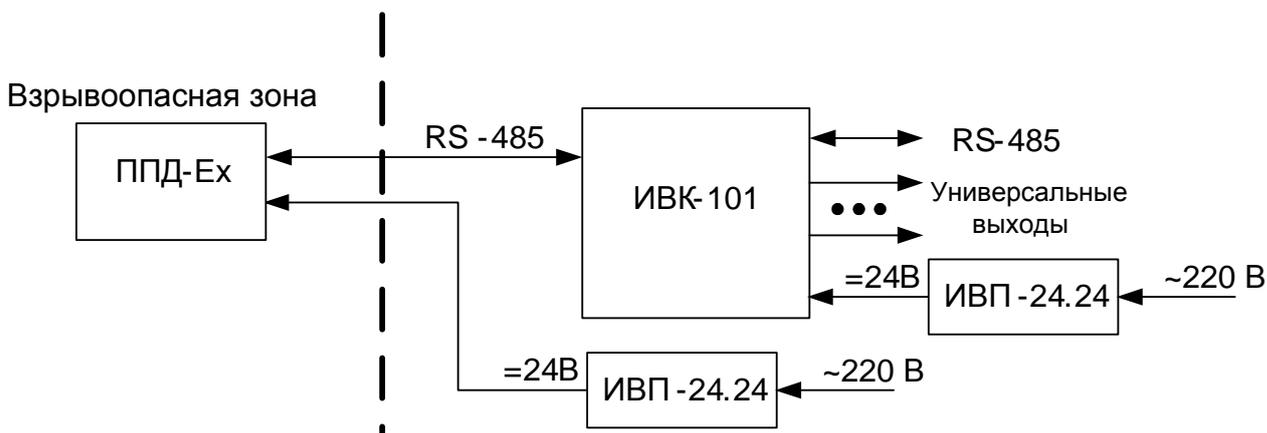
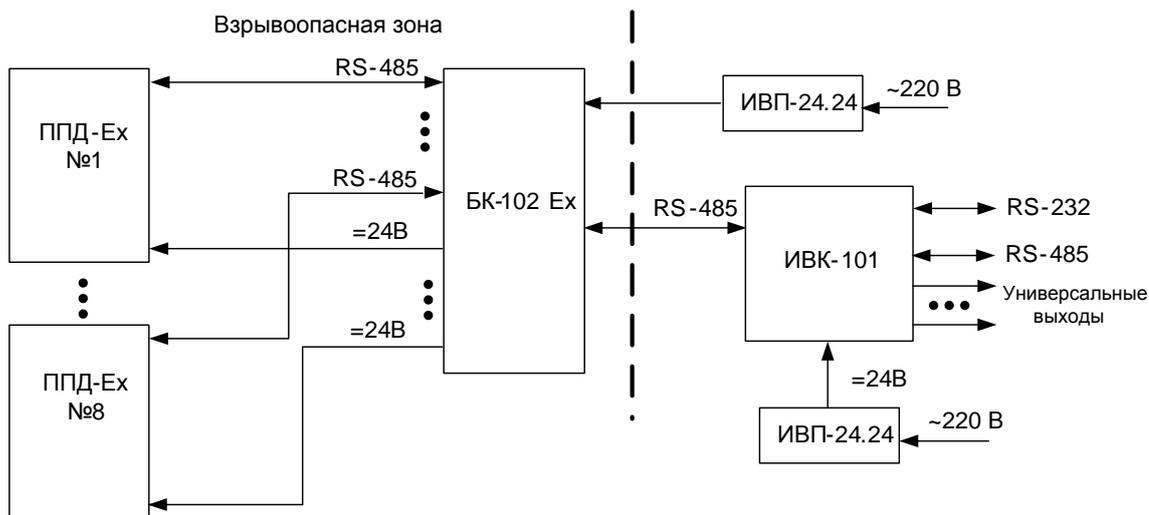

Рисунок 3 - Вариант поставки – один расходомер с выносным блоком ИВК.
Рисунок 4 - Вариант поставки – ИВК, БК и от 2 до 8 расходомеров.
- В случае 2-го и 3-го базовых вариантов комплектации расходомера (см. рис.3, рис.4) в комплект поставки включается дополнительный источник питания ИВП-24.24 для электропитания ИВК-101.